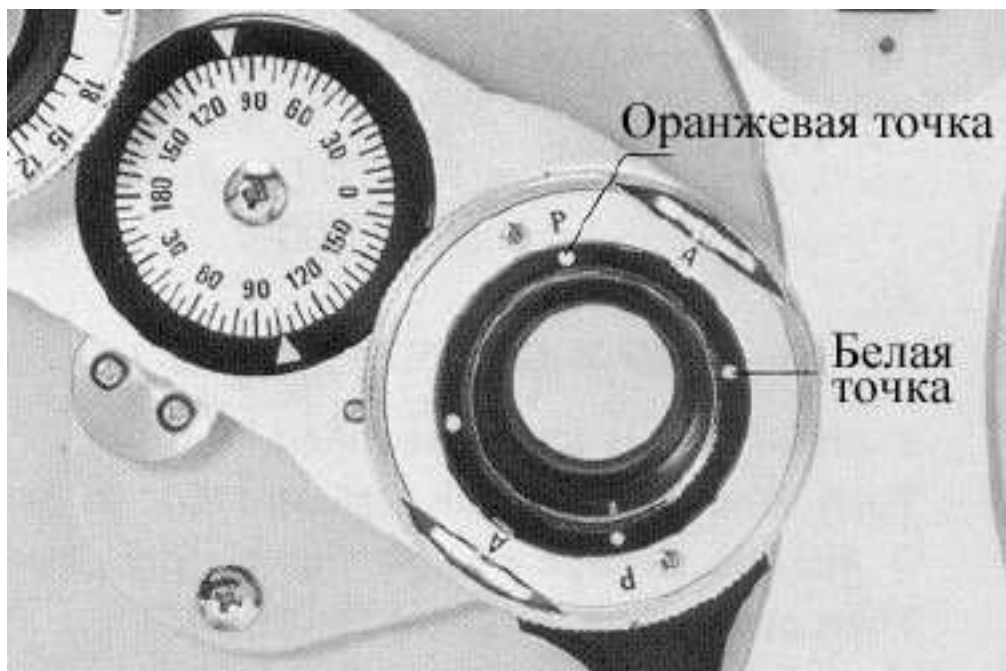

Рис.34
F) Используйте точечную таблицу кресс цилиндра как на рис.30. Переверните (19), как в п. В), пациент должен сравнить и сказать как видно таблицу. Результат показан на рис.34. Если достигнут наилучший результат, то оранжевая точка будет отмечена буквой “Р” (рис.34). Здесь показано, что “С” должно быть увеличено на 0.25 дптр (г. А. сейчас на 0.75 дптр).
Чтобы проверить полученное, переверните линзу снова. Рис.34 виден лучше, когда при F). S учётом этого, правильное значение между 0.50 и 0.25 дптр. Поэтому, точное C = - 0.62 дптр.